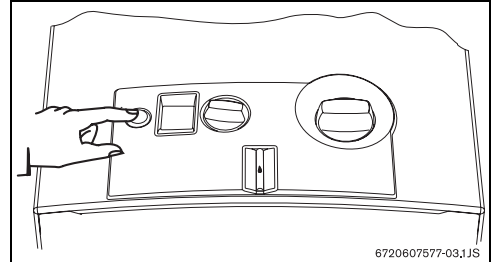

Fig. 5
- Para tal fin, basta conectar el interruptor (Fig. 5).